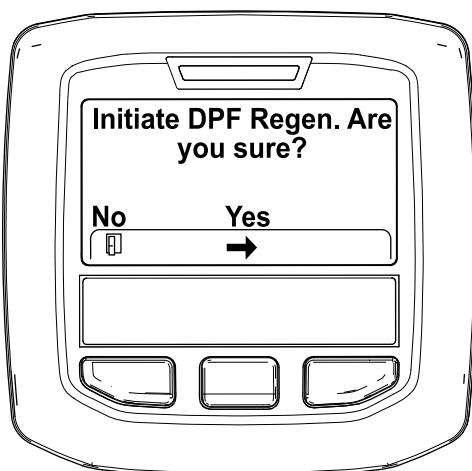

図 34
4. Initiating DPF Regen DPF 再生開始 Are you sure?というメッセージが表示されるので、中央ボタンを押す図 34。